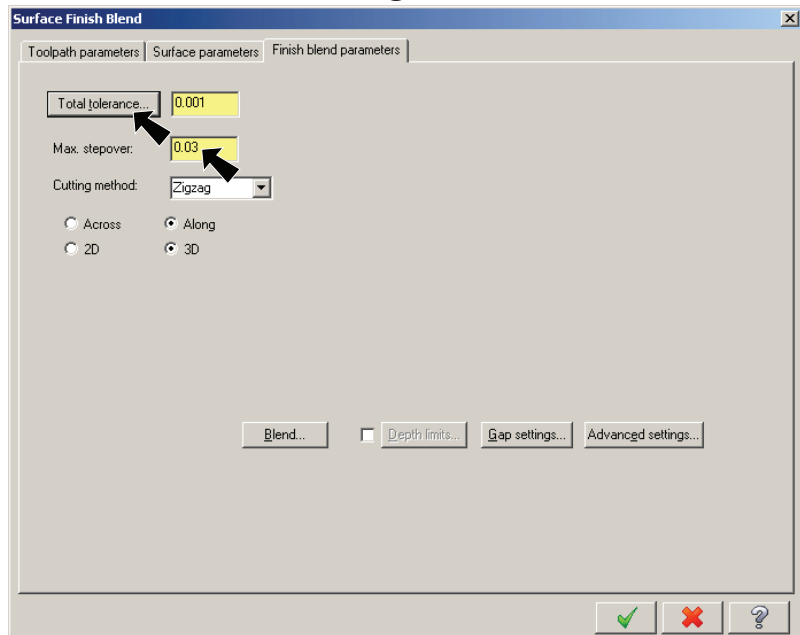

Fig. 31
Step 20. Set **Max. stepover**: **.03**, **Fig. 31**.